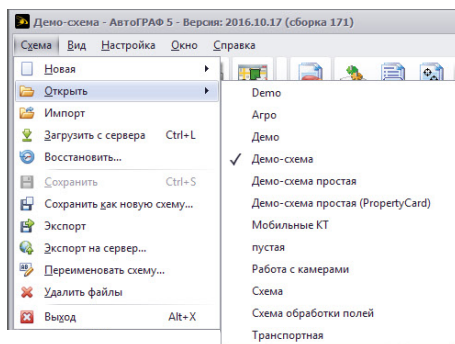

Рис.5. Загрузка схемы.
- Если по какой-то причине на диске не было найдено ни одной схемы для запуска (схема удалена, перемещена, не установлена), то будет загружен пустой шаблон схемы. В этом случае рекомендуется самостоятельно загрузить нужную схему. Для этого необходимо выбрать Главное меню – Меню «Схема» – Открыть и в выпадающем списке выбрать нужную схему (Рис.5).